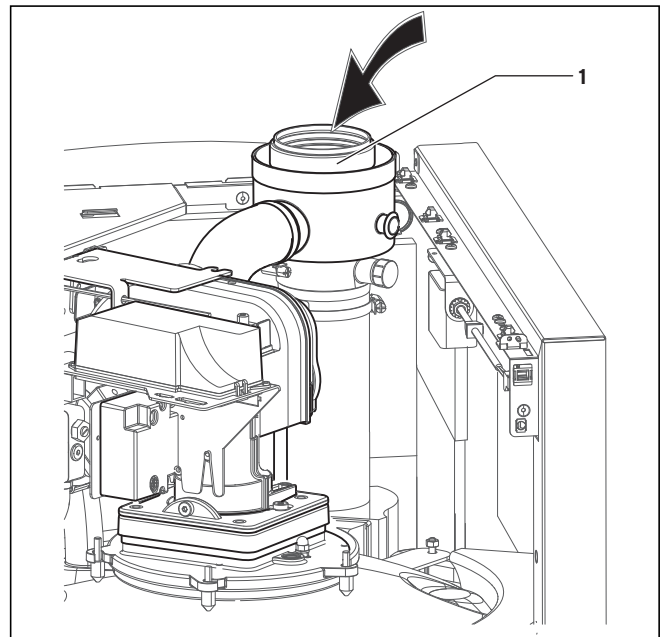

Fig. 5.11 Remplissage du collecteur de gaz brûlé
- Avant l'installation de la ventouse, remplissez le collecteur de gaz brûlé avec de l'eau via les manchons des gaz brûlé (1) (voir Fig. 5.11) (remplir avec environ 1,0 l).